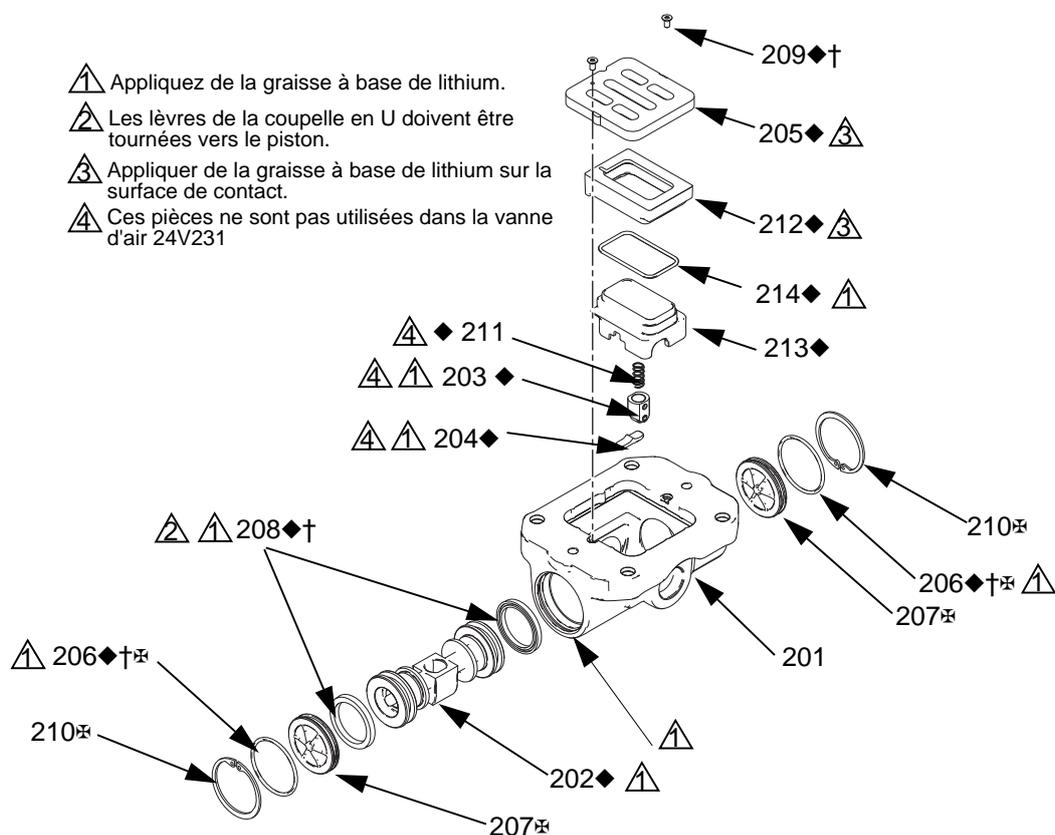

FIG. 2. Montage de la vanne d'air
2. Consultez FIG. 2. Utilisez un tournevis Torx (T8 pour les centres en aluminium, T10 pour ceux en plastique) pour retirer deux vis (209). Retirez la plaque de la vanne (205), l'ensemble du réservoir intégré (212-214), le ressort (211) et l'ensemble de détente (203).
3. Retirez la coupelle (213) de la base (212). Retirez le joint torique (214) de la coupelle.
4. Consultez FIG. 2. Retirez l'anneau de retenue (210) de chaque extrémité de la vanne d'air. Utilisez le piston (202) pour sortir les plaques de blocage (207) par une extrémité. Retirez le joint en coupelle (208). Sortez le piston par l'autre extrémité et retirez l'autre joint en coupelle (208). Retirez l'autre plaque de blocage (207) et les joints toriques (206).
5. Retirez la came de détente (204) du boîtier (201) de la vanne d'air.